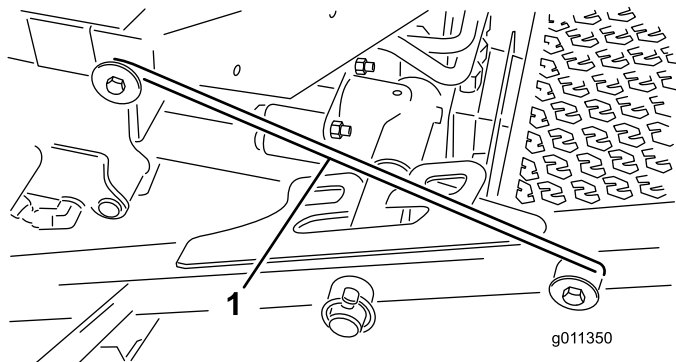

Figura 7
4. Liberte a barra do trinco (Figura 7) do retentor do suporte da estrutura frontal.
5. Eleve a parte exterior das plataformas de corte frontais e coloque o trinco sobre o pino da estrutura montado na parte da frente da plataforma do operador (Figura 7).